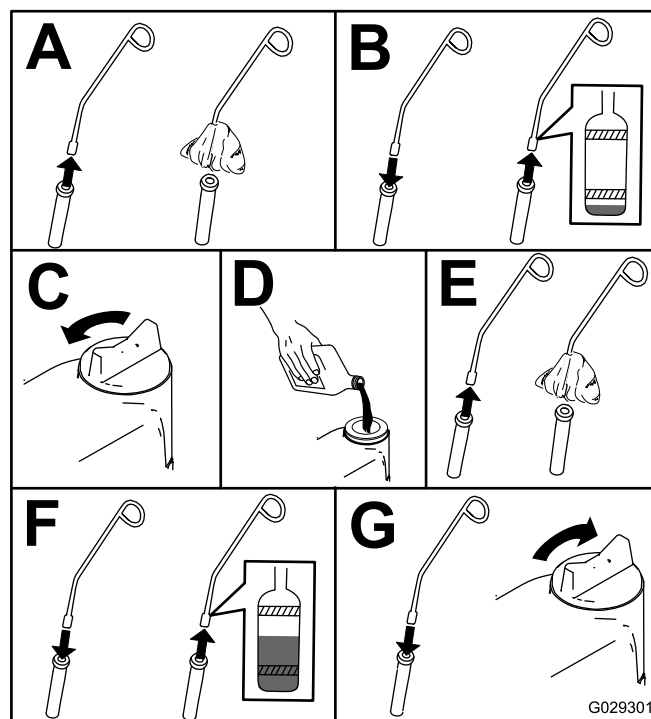

Figura 40
4. Compruebe el nivel de aceite del motor, según se muestra en Figura 40.